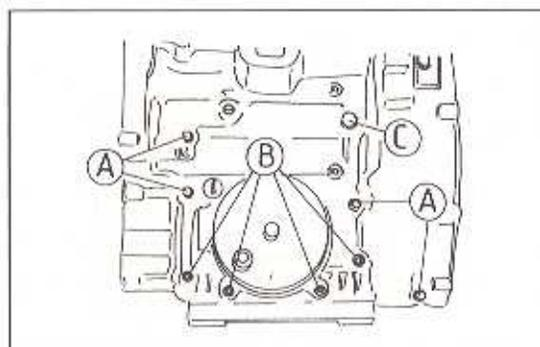

Bild 162
- Die 6-mm-Schrauben und die Inbusschrauben von oben entfernen, anschliessend die 8-mm-Schraube ausdrehen (Bild 162).